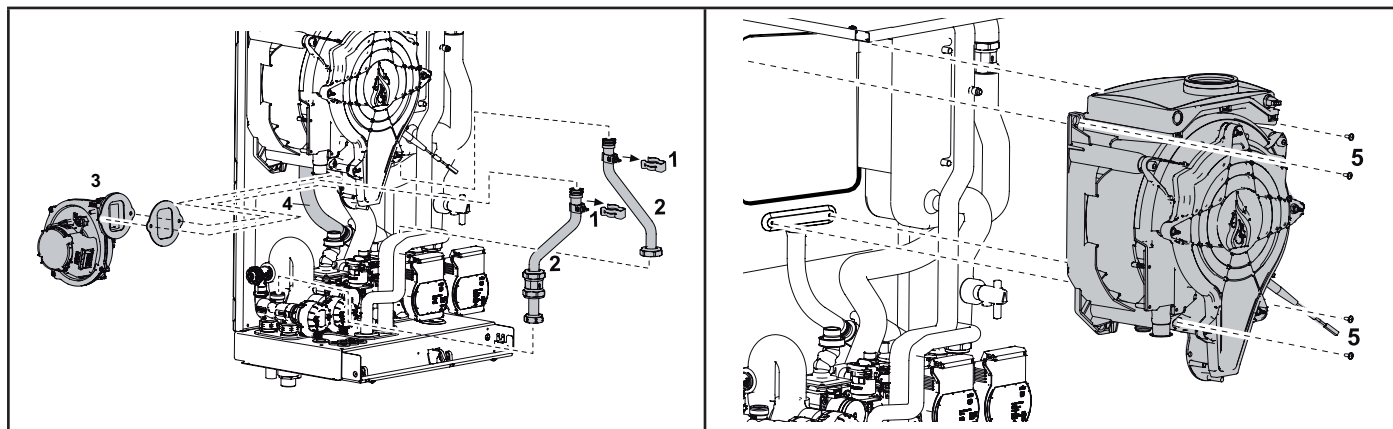

fig. 221 - Scambiatore principale
- Togliere le 2 viti superiori "5" di fissaggio scambiatore al telaio (fig. 221)
- Allentare le 2 viti inferiori "5" di fissaggio scambiatore al telaio (fig. 221)